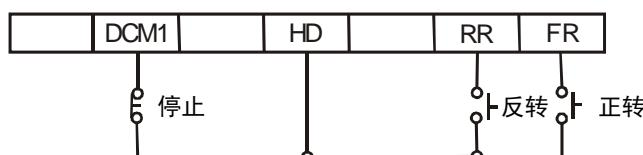

图 6-4 运转信号保持电路
- (1) 用按钮式开关等瞬时接点进行运转和停止时, 请按图 6-4 所示那样配线, 然后设置功能代码